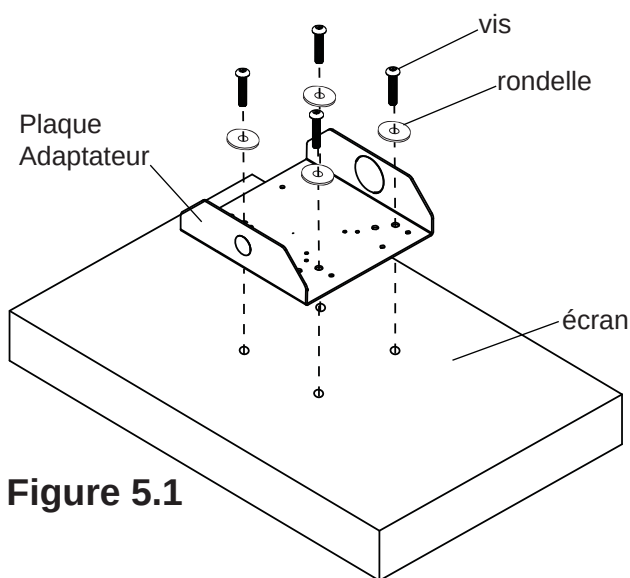
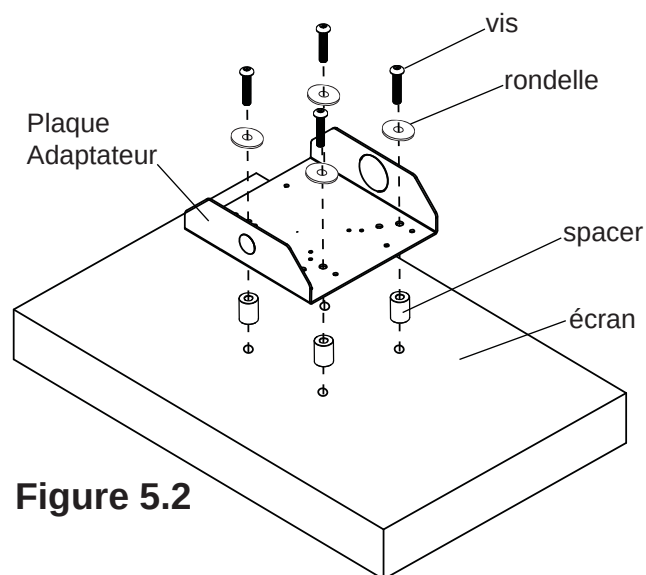

Figure 5.1
Figure 5.2
- 5** Sélectionnez la vis de sécurité qui répond le mieux à l'écran. Centre de support de l'adaptateur de la colonne (A) sur le dos de l'écran et alignez les quatre trous de montage. Fixer la colonne (A) à l'écran avec quatre vis et quatre rondelles en utilisant la clé Allen (C) comme le montre la figure 5.1. Si l'écran a une émoussée ou concaves retour entretoises peuvent être utilisés entre l'écran et le support adaptateur de la colonne (A) comme illustré à la figure 5.2. La vis doit effectuer au moins trois tours complets dans le trou de fixation et tenir solidement en place.